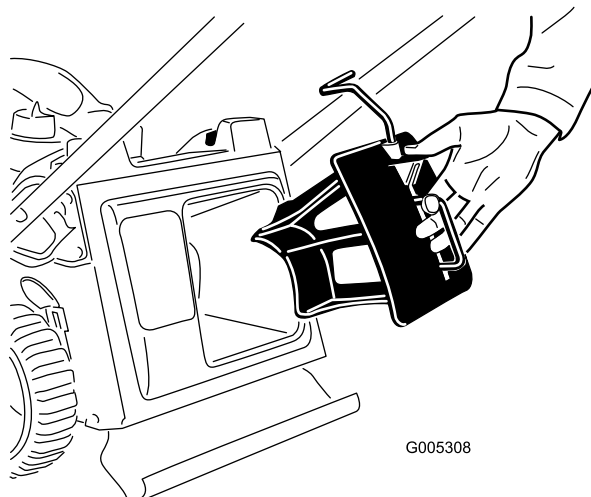

Figura 8
1. Qualora non sia già montato in sede, inserite il tappo mulching nella macchina (Figura 8).